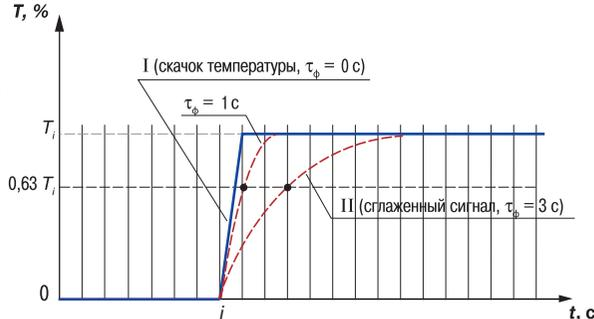

Рис. 9
3.2.4.3. На второй ступени фильтр устраняет шумовые составляющие сигнала, осуществляя его экспоненциальное сглаживание. Основной характеристикой экспоненциального фильтра является постоянная времени  $\tau_{\Phi}$  – интервал, в течение которого сигнал достигает 0,63 от значения каждого измерения  $T_i$  (рис. 9).
3.2.4.4. При больших  $T, \%$  значениях  $\tau_\phi$  фильтр вносит значительное запаздывание, но шумы заметно подавлены (кривая II на рис. 9). При  $\tau_\phi$  близких к нулю фильтр довольно точно отслеживает изменения входного сигнала, но уровень шума практически не уменьшается (кривая I на рис. 9). При установке оптимальных значений параметров фильтра (подробнее см. раздел 6.2.2) задержка сигнала, вносимая фильтром, не будет оказывать отрицательного влияния на процесс регулирования, при этом сохраняется эффективность подавления помех.